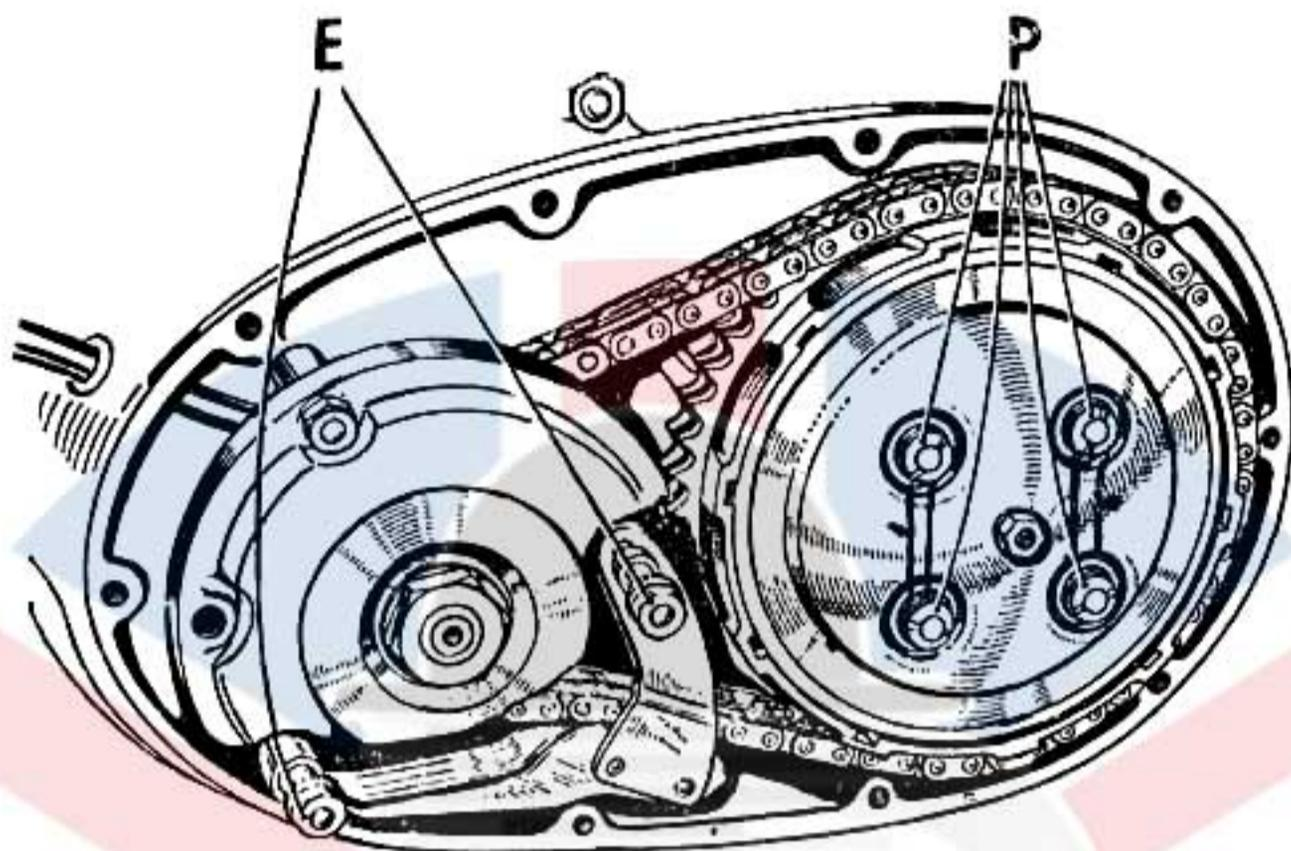

Fig. 18. La transmission primaire et l'embrayage (modèles B).
Pour régler la chaîne tout d'abord retirer le capot. Lorsque les deux écrous inférieurs de fixation du générateur (E) Fig. 18 sont desserrés, il est possible de modifier la position du patin de tensionnement pour obtenir une tension correcte.